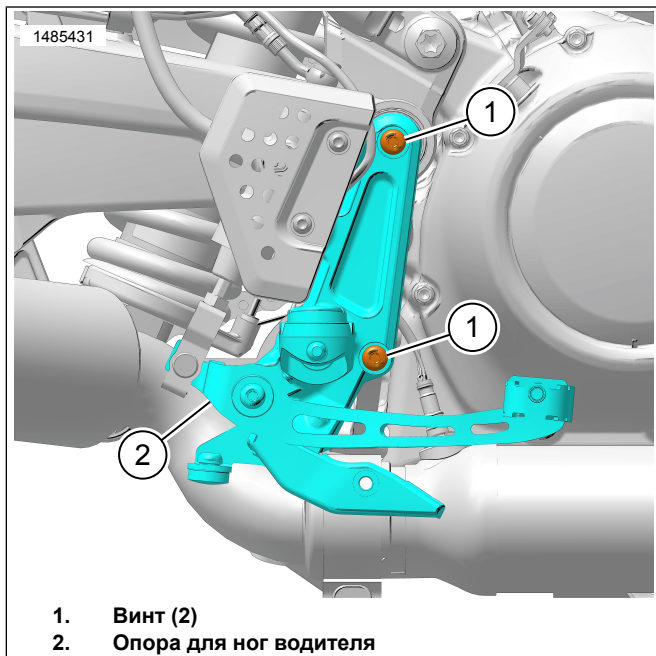

Рисунок 2. Опора для ног водителя
2. См. рис. 2. Удалите винты (1).
- а. Изолируйте опору для ног водителя в сборе (2).
1. См. рис. 2. Установите опору для ног водителя (2).
2. Очистите резьбу винтов (1) и отверстие в раме.
3. Нанесите фиксатор резьбы на винты (1).